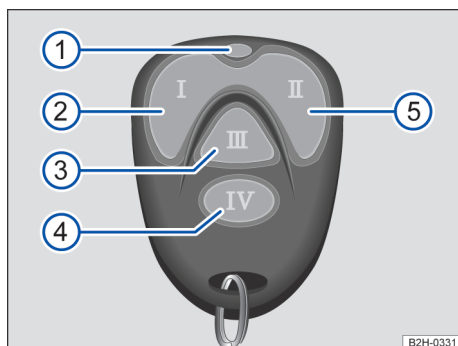

Fig. 55 Controle remoto da capota rígida.
Legenda para Fig. 55:
- No controle remoto, pressione o botão da tampa que deverá ser destravada → Fig. 55.